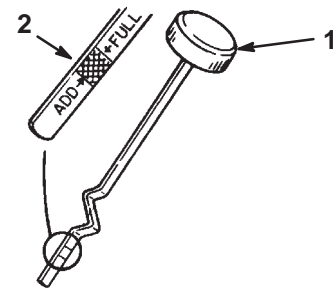

Figure 14
7. Nettoyez la surface autour de la jauge d'huile (Fig. 14) pour éviter que des impuretés ne s'introduisent dans le goulot de remplissage, ce qui risquerait d'endommager le moteur.
8. Dévissez la jauge d'huile et essuyez soigneusement l'extrémité métallique (Fig. 14).
9. Placez un bac de vidange sous le bouchon de vidange et retirez ce dernier (Fig. 14).
12. Versez lentement environ 80% de la quantité d'huile spécifiée dans le trou de remplissage (Fig. 14). Contrôlez le niveau d'huile (voir les points 4 et 5 de la rubrique Contrôle du niveau d'huile, page 20).